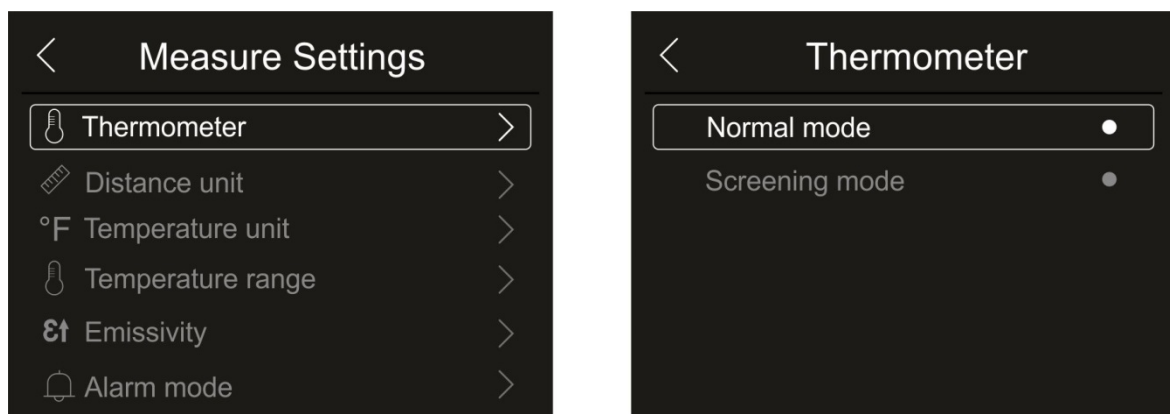

Fig. 24: Menu Thermometer
1. Touchez l'élément «Thermometer». La page-écran de la Fig. 24 – partie droite s'affiche à l'écran